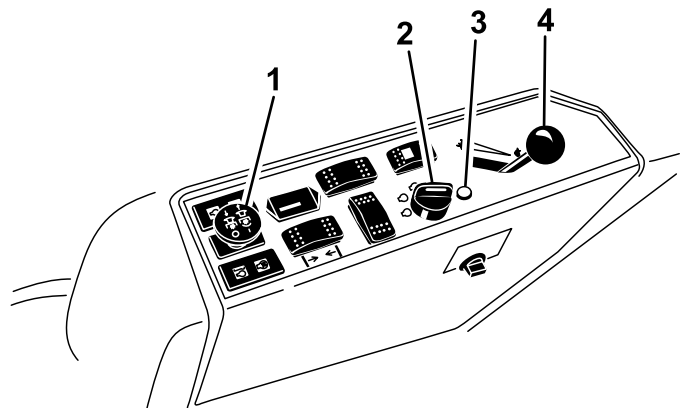

図 17
4. PTO スイッチをOFF 位置にする 図 17。
5. スロットルレバーを FAST と SLOW の中間にセットする 図 17。